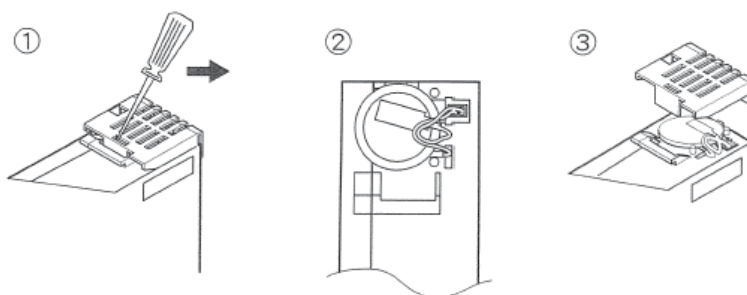

Fig. 18: Byte av batteri i CPU-modulen
- Laddningsstatusen för realtidsklockans buffertbatteri övervakas av systemet och visas vid behov i displayen. Ett byte var tolfte månad är ändå rekommenderat. För detta ändamål ska batteriet i CPU-modulen bytas ut (se fig. 18).